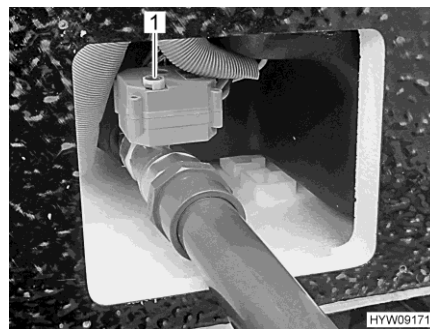

Fig. 158 Ruedecilla (grifo para la eliminación de aguas residuales)
- Para abrir el grifo para la eliminación de aguas residuales, tirar la ruedecilla (Fig. 158,1) hacia arriba y girarla en sentido contrario a las agujas del reloj hasta el tope. El sentido de giro está marcado en la ruedecilla (O para abrir, S para cerrar).
- Para cerrar el grifo para la eliminación de aguas residuales, tirar la ruedecilla (Fig. 158,1) hacia arriba y girarla en sentido de las agujas del reloj hasta el tope.